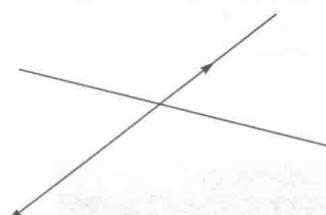

图1-9 两相交直线方式
- ① 选择菜单“工具”→“坐标系”→“创建坐标系”命令。在左侧立即菜单中选择“两相交直线”方式，如图1-9所示。